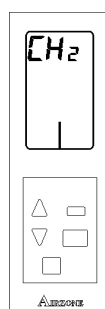

Fig. 105
- **Canal de comunicación CH :** Canal de comunicación en el que transmite el sistema. Los valores están comprendidos entre 1-5. (Fig. 105)